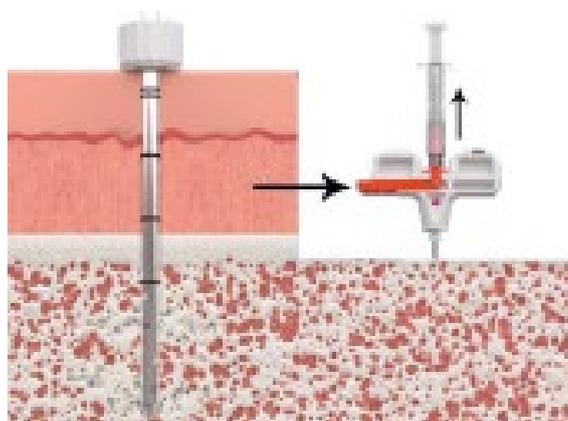
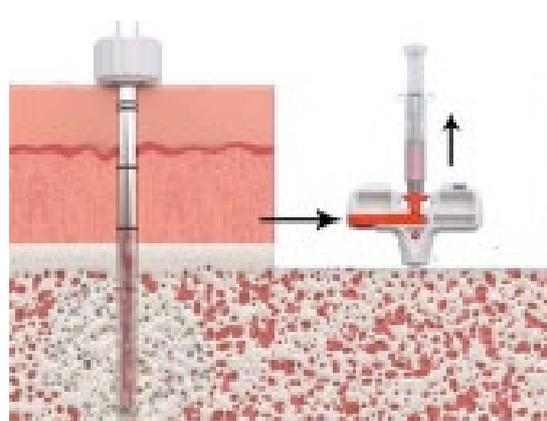

Fig 4
Fig 5
15. Pare a sucção, pressione a travase segurança em direção à alça [Fig4-Fig5] para fazer com que a cânula interna retraia. Desta forma, os orifícios de sucção usados na primeira fase são fechados e outros são abertos em diferentes posições. Certifique-se que a nova posição da cânula permaneça sempre no limite da marcação e em contato com a trava de segurança.